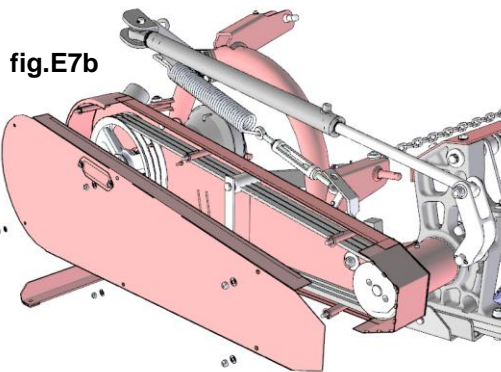

fig.E7b
- Rimuovere il carter di protezione cinghie (**fig.E7b**) dopo avere svitato i relativi dadi di fissaggio;
- Remove the protective cover of belts (**fig. E7b**) after unscrewing fixing nuts;